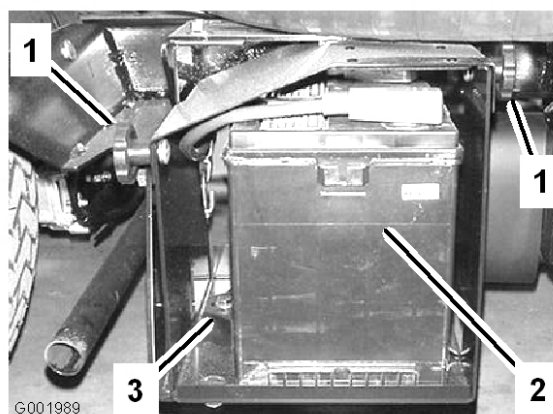

図 53
2. バッテリー・ボックスのノブ（図 53）をゆるめ、カバーを外す。
5. バッテリー・リテーナと固定金具を外す（図 53）。
2. バッテリー押さえを元通りに取り付ける（図 53）。
4. バッテリーカバーを元どおりに取り付けノブで固定する（図 53）。
1. バッテリー・ボックスのノブ（図 53）をゆるめ、カバーを外す。